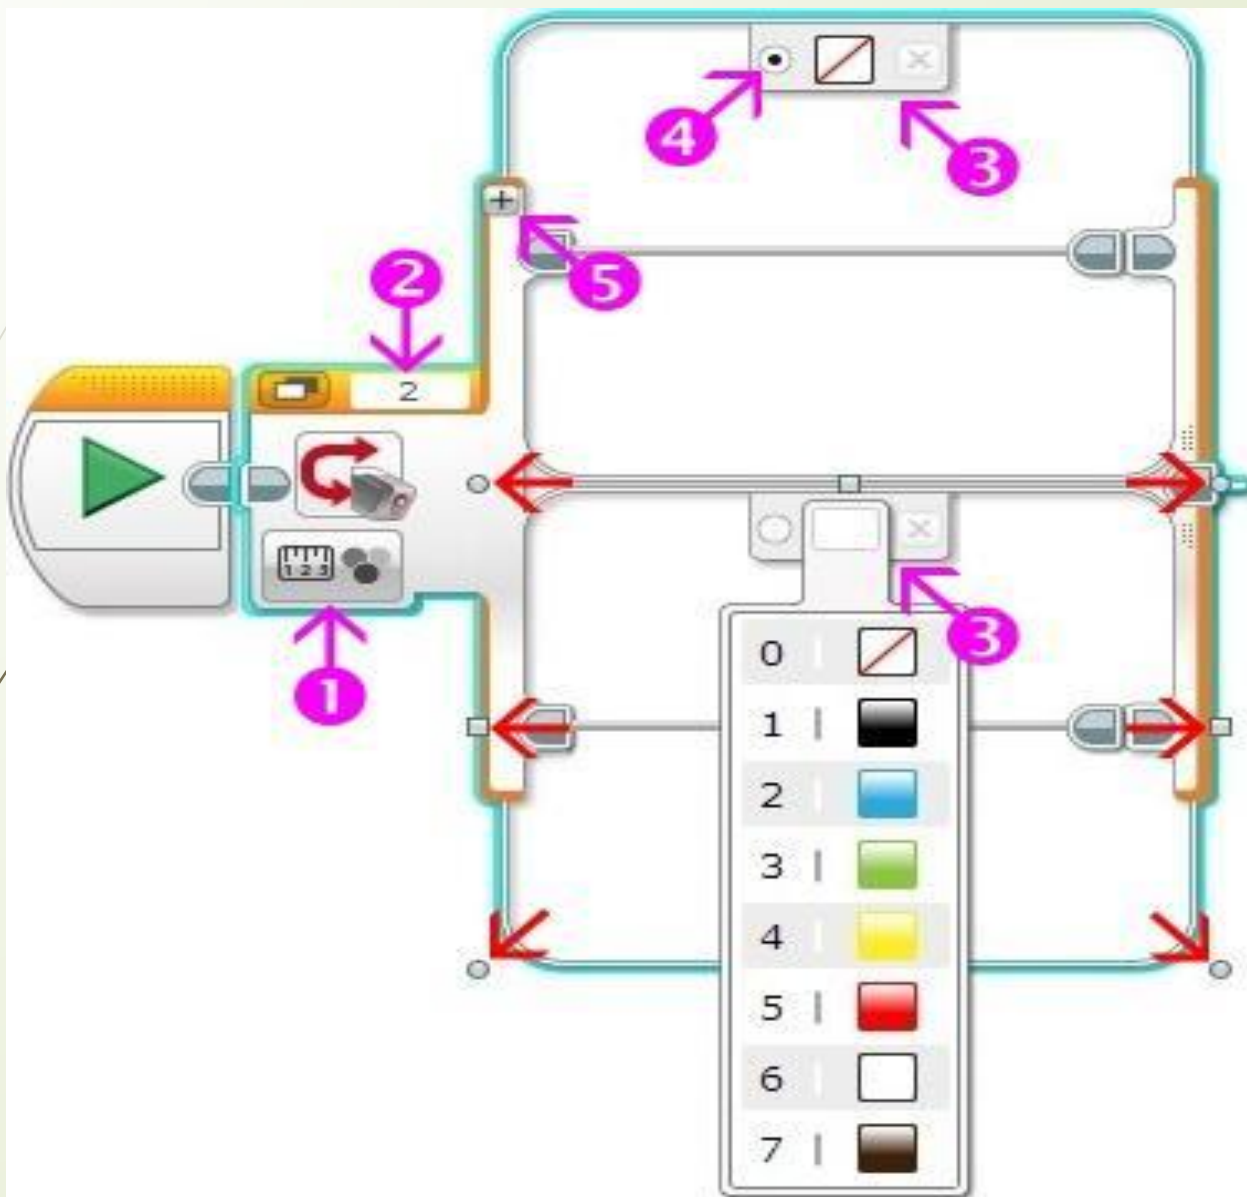

Рис. 2
- выбранный режим устанавливает изображение датчика цвета в блоке (**Рис. 2 поз. 1**),
- порт, к которому подключен датчик, отображается в соответствующем поле блока (**Рис. 2 поз. 2**),
- в настройках каждого программного контейнера выбирается значение, в соответствии с которым будут выполняться программные блоки, вложенные в этот контейнер (**Рис. 2 поз. 3**),
- один из контейнеров должен быть объявленным **"Вариантом по умолчанию"** - в случае, если значению, полученному от датчика, не соответствует ни один контейнер, то выполняется контейнер, объявленный **"Вариантом по умолчанию"** (**Рис.2 поз. 4**),
- Кнопка "+" добавляет программный контейнер в блоке **"Переключатель"** (**Рис. 2 поз. 5**),
- Программный блок **"Переключатель"** может автоматически растягиваться, чтобы вместить все блоки, помещаемые внутрь. С помощью меток, помеченных красными стрелками, можно самому изменять размеры блока (**Рис.2**).